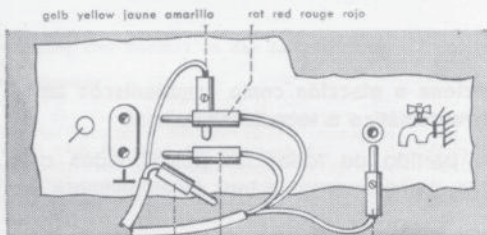

Fig. 4
a) Monaurale (einkanalige) Wiedergabe nach Fig. 4.
- a) Monaural (single channel) reproduction as shown in Figure 4. In case of hum, the two banana plugs should be reversed.
Conformément à la figure 4. Si la reproduction est troublée par un ronflement, retourner les fiches de raccordement au câble de pick-up.
- a) Reproducción monaural, con un sólo canal, como en fig. 4. Si se producen zumbidos bastará invertir los polos en la conexión del fonocaptor.